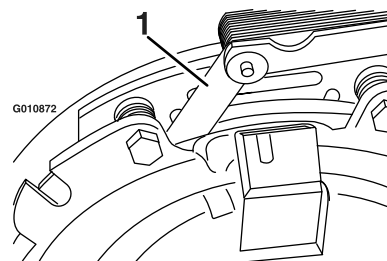
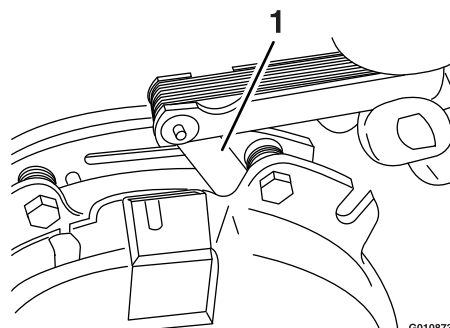

Figure 71
Figure 72
- E. A l'aide d'une jauge d'épaisseur de 0,25 mm (0,01 po), vérifiez qu'il existe un entrefer entre le rotor et la face de l'induit, de chaque côté du pôle de frein, comme montré à la Figure 71 et la Figure 72.